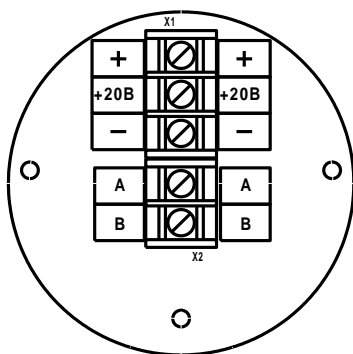

Рисунок 4 – Плата питания
2.3.1 Для соединения сигнализатора предназначены винтовые клеммные зажимы, расположенные на плате питания внутри корпуса (рисунок 4).